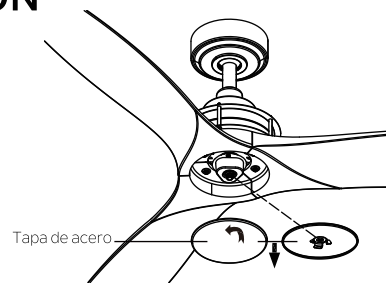

Fig. 21
Paso 1. Retire la tapa de acero haciéndola girar en sentido horario. (Fig. 21).